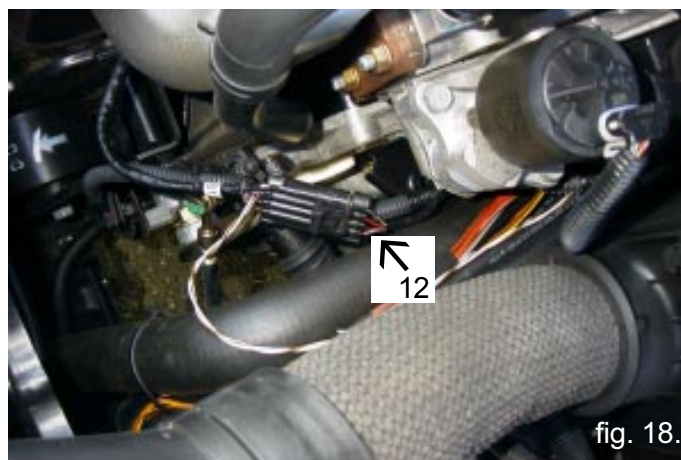

fig. 18.
11. Lambdasignaal. De signaaldraden aansluiten op de 4-polige lambdasondeconnector links van het motorblok. Zie fig. 18. De witte draad aansluiten op de rode draad. De bruin/witte draad aansluiten op de grijze draad.